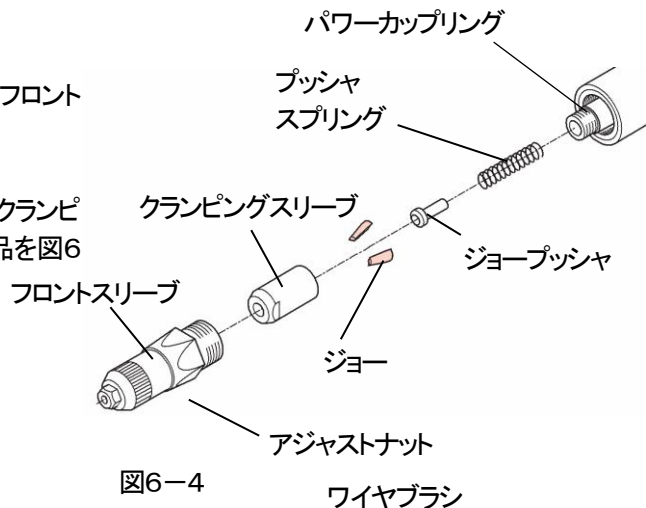

図6-4
(2)17mmスパナ等を使用して、パワーカップリングからクランピングスリーブを外してください。この時外れてくる部品を図6-4に示します。